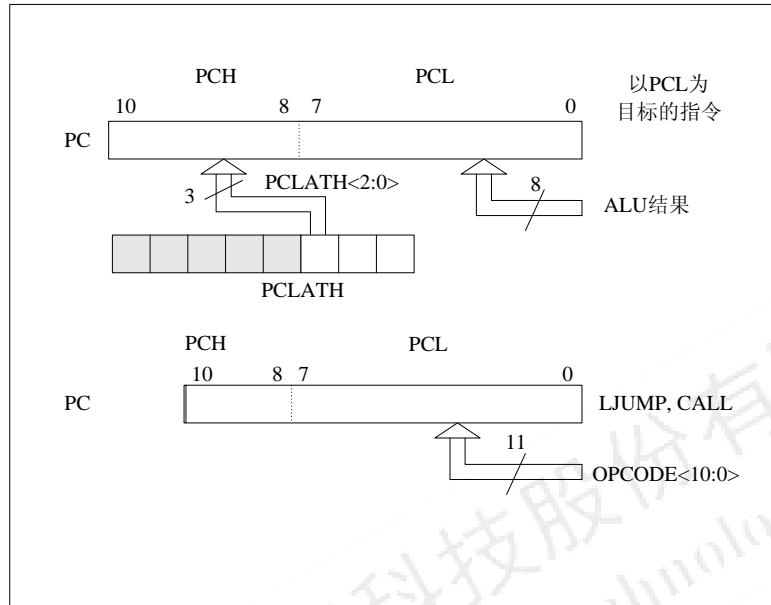

图 2-3: 在不同情况下装载 PC
程序计数器 (PC) 为 11 位宽。其低 8 位来自可读写的 PCL 寄存器，高 3 位 (PC<10:8>) 来自 PCLATH，不能直接读写。只要发生复位，PC 就将被清零。图 2-3 显示了装载 PC 值的两种情形。图 2-3 上方的例子说明在写 PCL (PCLATH<2:0>→PCH) 时是如何装载 PC 的。
MDT10F273 器件具有 8 级深 x11 位宽的硬件堆栈 (见图 2-2 和图 2-3)。堆栈空间既不占用程序存储区空间，也不占用数据存储区空间，而且堆栈指针是不可读写的。当执行 CALL 指令或当中断导致程序跳转时，值 PC 将被压入 (PUSH) 堆栈。而在执行 RET、RTIW 或 RTFI 指令时，堆栈中的断点地址将从堆栈中弹出 (POP) 到 PC 中。PCLATH 不受 PUSH 或 POP 操作的影响。